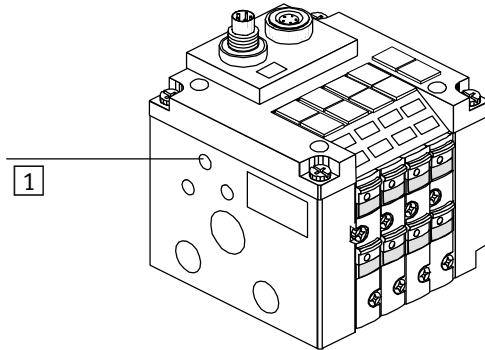

Bild 3/5: Erdungsanschlüsse der CPV-Ventilinsel
- Verbinden Sie den Erdungsanschluss auf der linken Endplatte (siehe Bild 3/5) niederohmig (kurze Leitung mit großem Querschnitt) mit dem Erdpotenzial.